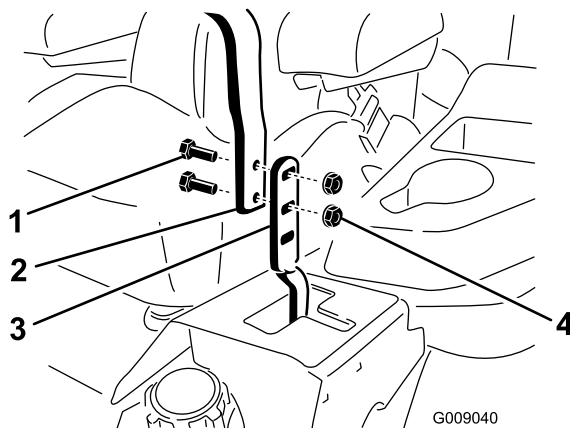

Bild 60
3. Lösen Sie die Schrauben und die Bundmuttern, die in den Hebeln installiert sind (Bild 60).